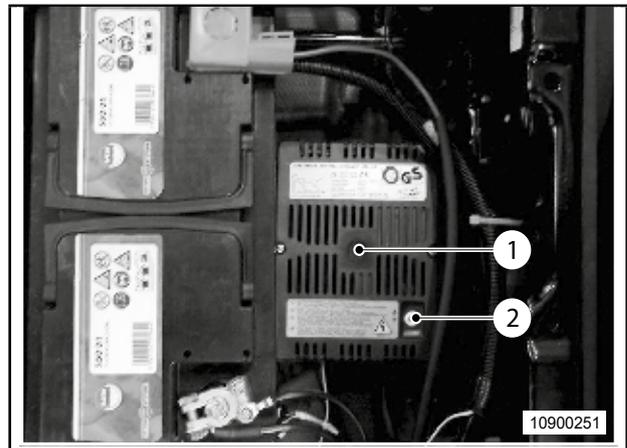

Fig. 38 Caricabatterie CB 516
Il carica batterie (Fig. 38, Pos. 1) è installato, a seconda della piantina interna, sotto il sedile del conducente o nell'unità elettrica.
Il caricabatterie è in funzione dopo aver creato il collegamento alla rete da 230 Volt. L'interruttore (Fig. 38, pos. 2) è illuminato. In caso contrario, attivare l'interruttore.